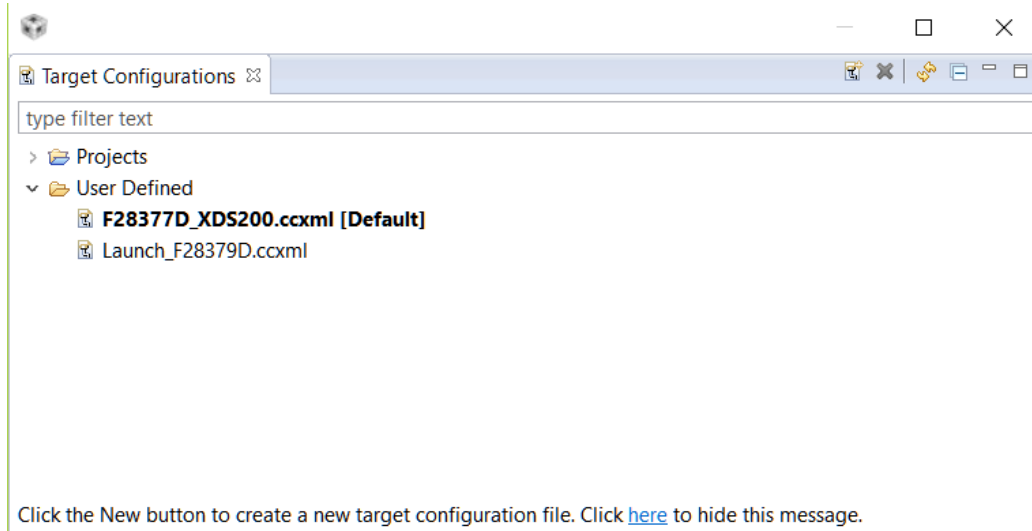
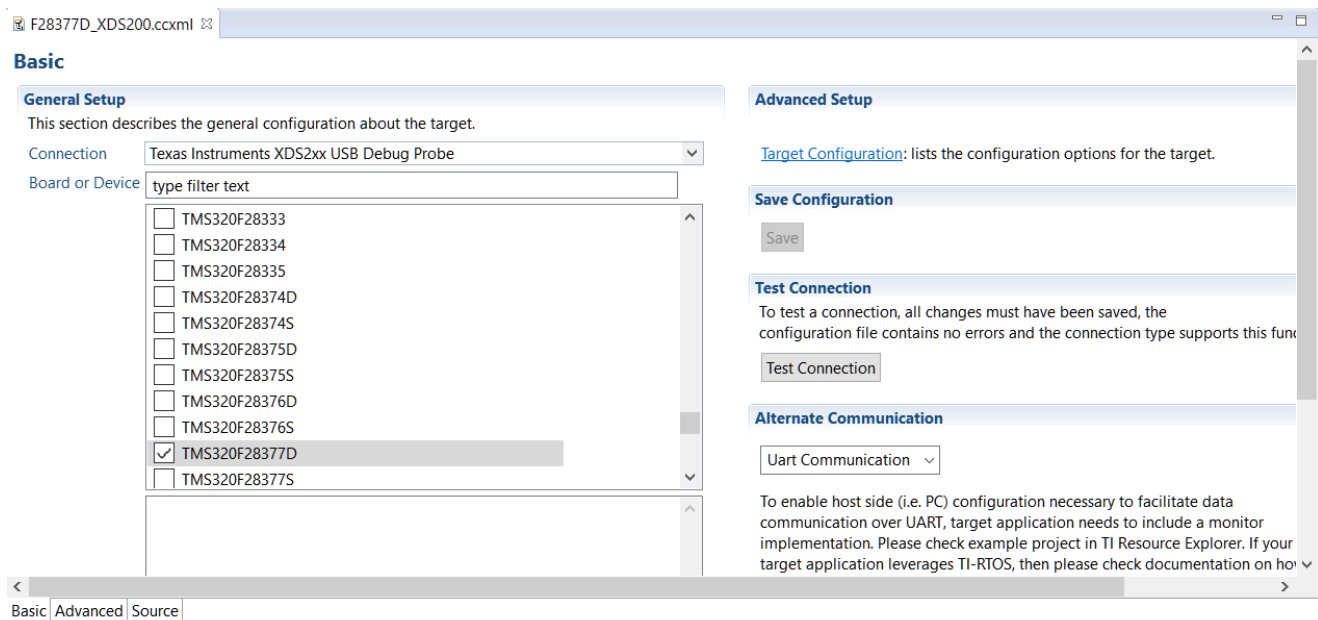

図 9-2. ターゲット構成ビュー
図 9-3. テスト接続
9. **ターゲット構成の確認:** ターゲット構成ファイル (.ccxml) には、ターゲット デバイスおよび使用する JTAG デバッグ プローブへの接続に必要な情報が含まれています。現在のターゲット構成を表示するには、CCS の「View」(表示) タブの下にある「Target Configurations」(ターゲット構成) (図 9-2) を選択します。デバッグ対象のターゲットに対応する .ccxml をダブル クリックします。デバッグ プローブ用のドライバが正しくインストールされ、正しいオプションが選択されている場合は、**Test Connections** (テスト接続) ボタン (図 9-3) を使用して実行します。このテストのデータログは接続の問題の原因を特定するのに役立つため、この手順は省略しないでください。多くのサンプル プロジェクトが C2000Ware の一部としてインストールされるか、controlSuite に *target configs* フォルダが作成されます。ここには、デフォルトの評価基板とデバッグを想定して、事前に ccxml ファイルが作成されます。デバッグ セッションの起動時に「デバッグ」アイコンを使用する際、このファイルが使用されます。「デバッグ」ボタンを使用してデバッグ セッションを起動する場合は、「ターゲット構成」の .ccxml を変更する必要があります。